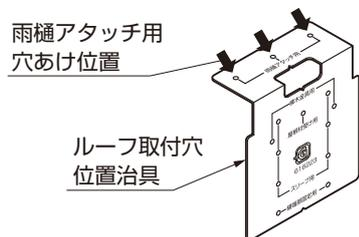

図11-59
- ①ルーフ取付穴位置治具を樋にあて、ポンチ等でケガキ、ドリルで水抜き穴φ36と雨樋アタッチメント取付穴φ3.5をあけてください。(図11-59、11-60、11-61参照)